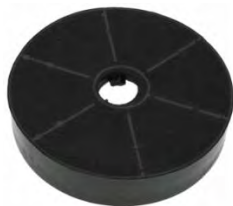
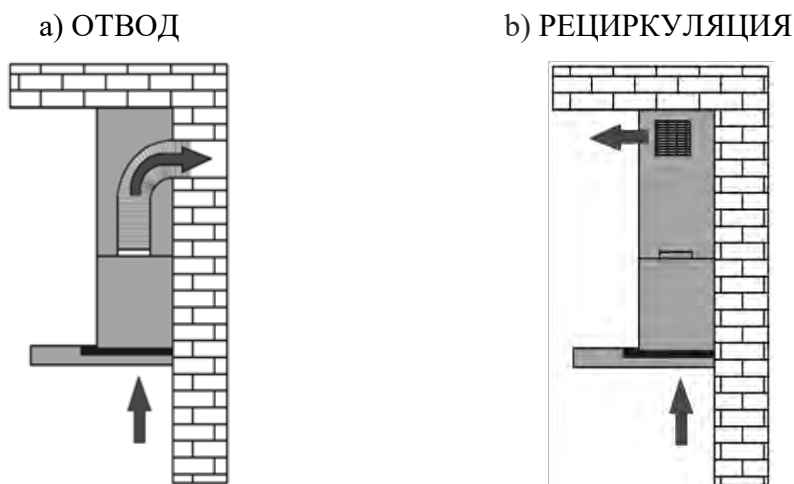

Рис. 5
Рис. 6
1) Отвода (рис. 6а) – воздух удаляется из помещения через соединение вытяжки с вентиляционным каналом жестким пластиковым воздуховодом или гофрированным шлангом диаметром 100 мм с применением соответствующего переходника, который входит в комплект вытяжки. И, таким образом, все кухонные испарения, запахи, гарь и копоть, проходя через многоразовые алюминиевые жирославливающие фильтры, выводятся за пределы помещения. При данном режиме работы нет необходимости устанавливать угольные фильтры. Режим отвода является наиболее эффективным, поскольку вытяжка удаляет все кухонные испарения за пределы кухни в вентиляционную шахту.
2) Рециркуляции (рис. 6б) – внутренняя циркуляция воздуха через угольные фильтры (рис. 5). Вытяжка в данном случае не подключается к вентиляционной шахте и, таким образом, воздух просто прогоняется через вытяжку внутри кухни.
В этом режиме на вытяжку должны быть установлены угольные запахоулавливающие фильтры (рис. 5). Эти фильтры не входят в комплект вытяжки и приобретаются отдельно. Угольные фильтры следует менять не реже, чем раз в 3 месяца (в зависимости от интенсивности приготовления пищи). Использование вытяжки в режиме рециркуляции снижает ее производительность.